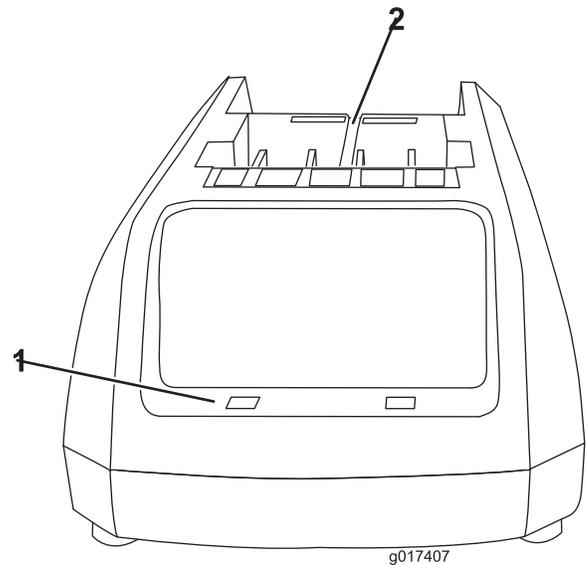
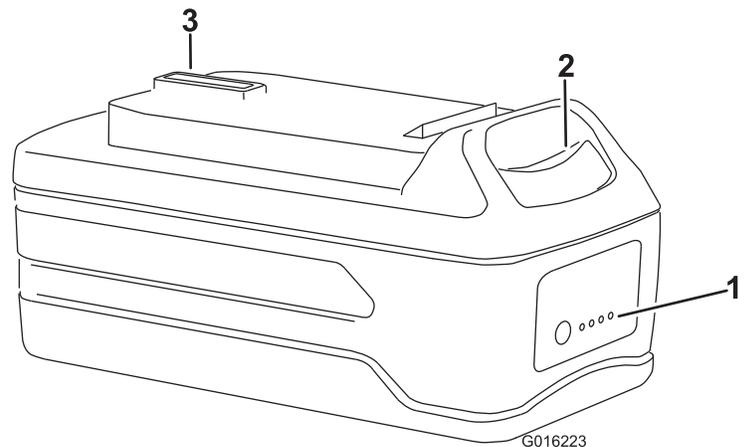

Figure 5
Figure 6
1. Retournez la batterie et placez la borne en face de la fente du chargeur (Figure 5 et Figure 6).